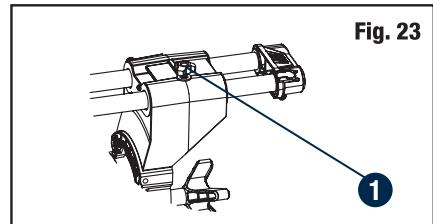

Fig. 23
**SYSTÈME À CHARIOT COULISSANT (fig. 23)**
- Pour le tronçonnage de petites pièces à travailler, glissez la tête de coupe complètement vers l'arrière de l'outil, puis serrez la molette de verrouillage du chariot coulissant (1).